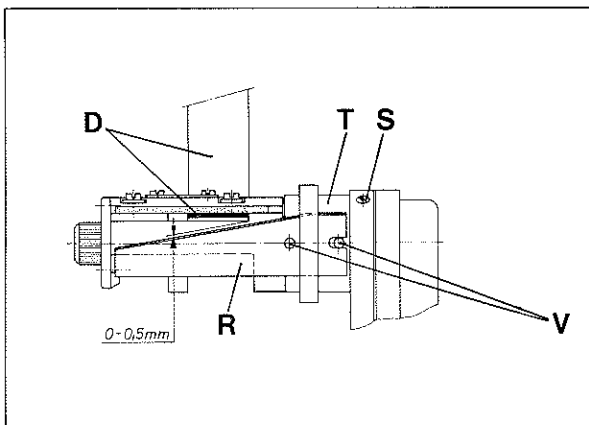
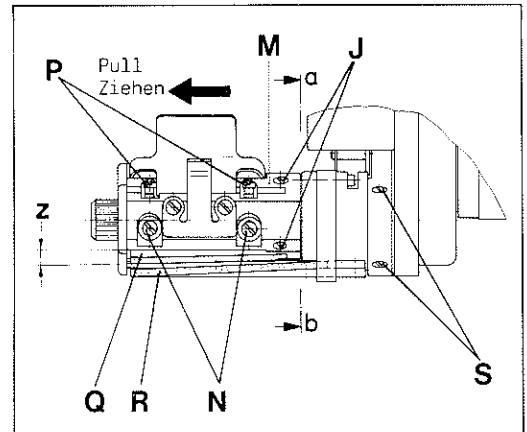
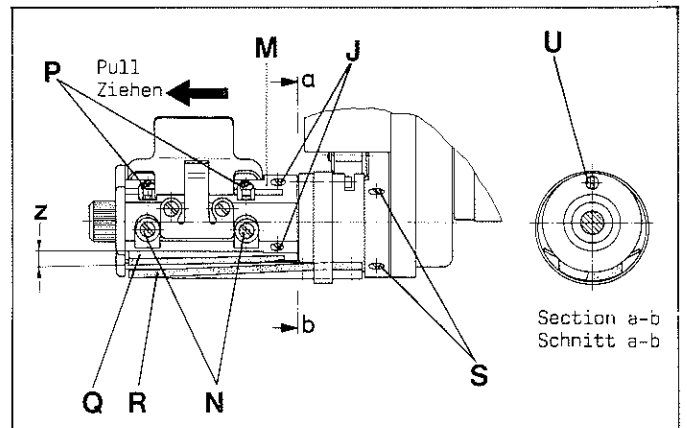

Fig.50
Fig. 49
Fig.51
Loosen the two screws (N, Fig. 49) very slightly and set with stop screws (P) the lower knife (Q) down so far that the cutting edges of upper and lower knife will press slightly against each other at the right where the cutting starts.
Lösen Sie die beiden Schrauben (N, Fig. 49) ganz leicht und stellen Sie mit den beiden Anschlagsschrauben (P) das Untermesser (Q) soweit nach unten, daß die Schneidkanten von Ober- und Untermesser rechts, wo das Schneiden beginnt, leicht gegeneinander drücken.
Now by further turning in the left screw (P) set the lower knife (Q) in a slightly slanting position (shear angle z , Fig. 49), so that both knives remain in punctual contact while cutting. Tighten the two screws (N) and secure the position of stop screws (P) with engineering adhesive.
Loosen screw (S, Fig. 50) and rotate bushing (T) with upper knife (R) so that there will be a distance of 0 to 0,5 mm (0 to .020 in.) for the tape (D), see Fig. 50. Retighten screw (S).
Loosen screws (J, Fig. 49) and pull-off knife holder assembly (M) in direction of the arrow (see Fig. 49) and remove the plastic washer. Turn clamp bolt (U, Fig. 51) in any direction by 180° and remove the upper knife (R, Fig. 50). Insert a new upper knife on bolts (V) and turn clamp bolt (U, Fig. 51) again by 180° which fastens the knife. Replace the plastic washer and slip-on knife holder assembly (M, Fig. 49), rotate it into the correct position with respect to the lower knife (R) and retighten screws (J).
Stellen Sie nun durch weiteres Eindrehen der linken Schraube (P) das Untermesser (Q) leicht schräg (Scherwinkel z , Fig. 49), so daß beim Schneiden beide Messer punktförmig in Kontakt bleiben. Ziehen Sie die beiden Schrauben (N) fest und sichern Sie die Stellung der Anschlagsschrauben (P) mit Konstruktionskleber.
Lösen Sie die Schraube (S, Fig. 50) und verdrehen Sie die Buchse (T) mit dem Obermesser (R) so, daß für das Band (D) ein Abstand von 0 bis 0,5 mm entsteht, siehe Fig. 50. Ziehen Sie die Schraube (S) wieder an.
Lösen Sie die Schrauben (J, Fig. 49) und ziehen Sie den kompletten Messerhalter (M) in Pfeilrichtung (siehe Fig. 49) ab und entfernen Sie die Kunststoffscheibe. Drehen Sie den Spannbolzen (U, Fig. 51) in beliebiger Richtung um 180° und entfernen Sie das Obermesser (R, Fig. 49). Setzen Sie ein neues Obermesser auf die Bolzen (V) und drehen den Spannbolzen (U, Fig. 51) wieder um 180°, damit ist das Messer befestigt. Legen Sie die Kunststoffscheibe auf und schieben Sie den kompletten Messerhalter (M, Fig. 49) wieder ein, verdrehen Sie ihn in die richtige Stellung zum Untermesser (R) und ziehen Sie die Schrauben (J) wieder an.